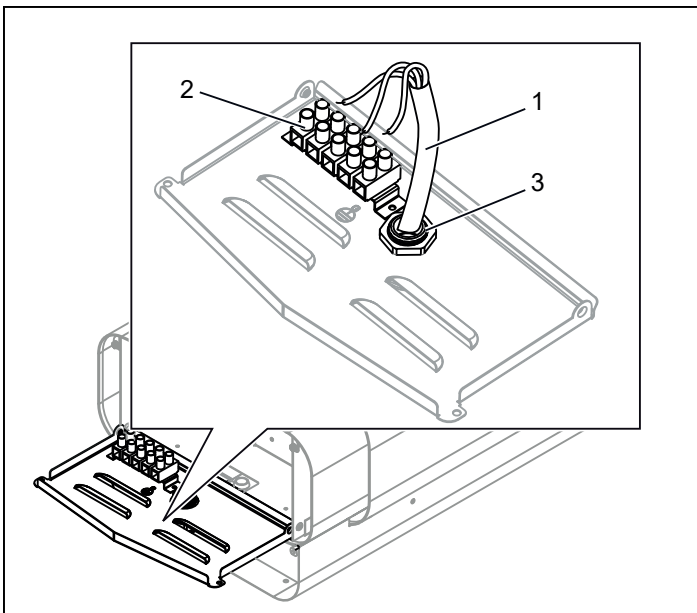

Figure 6 : branchement
3. Fixez les dispositifs anti-arrachement (3) et raccordez le câble électrique (1) au bornier (2) (voir Figure 6), en suivant le schéma de raccordement (voir le paragraphe Schéma de raccordement/branchement, Figure 19).